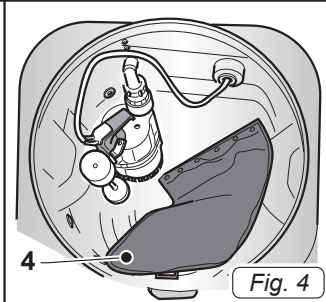
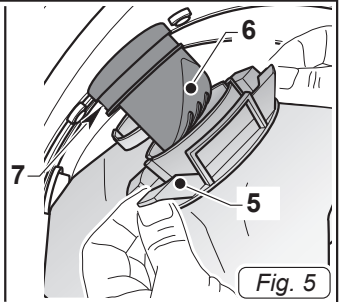

Fig. 4
Fig. 5
- Controlar la presencia del filtro de red (4 Fig. 4) en el interior del depósito.
- Si el filtro de red (4 Fig. 4) no está presente, montarlo de la siguiente manera: Deslice el anillo de plástico (5 Fig. 5) de la bolsa en el orificio (6 Fig. 5) hasta que oiga el clic del anillo de bloqueo en la ranura (7 Fig. 5).